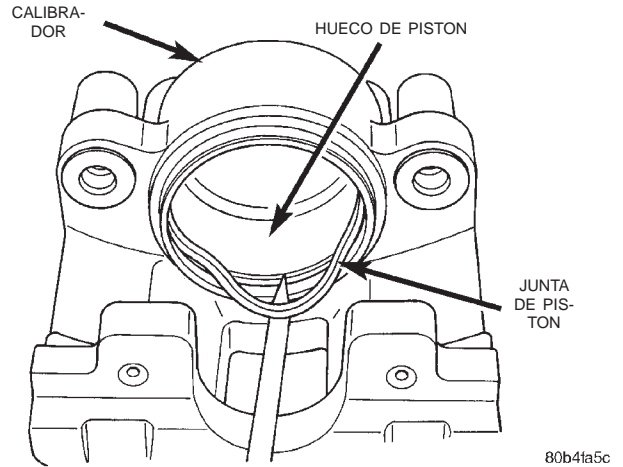

Fig. 75 Desmontaje de la junta de pistón
(5) Retire la junta del pistón del calibrador (Fig. 75) y deséchela.